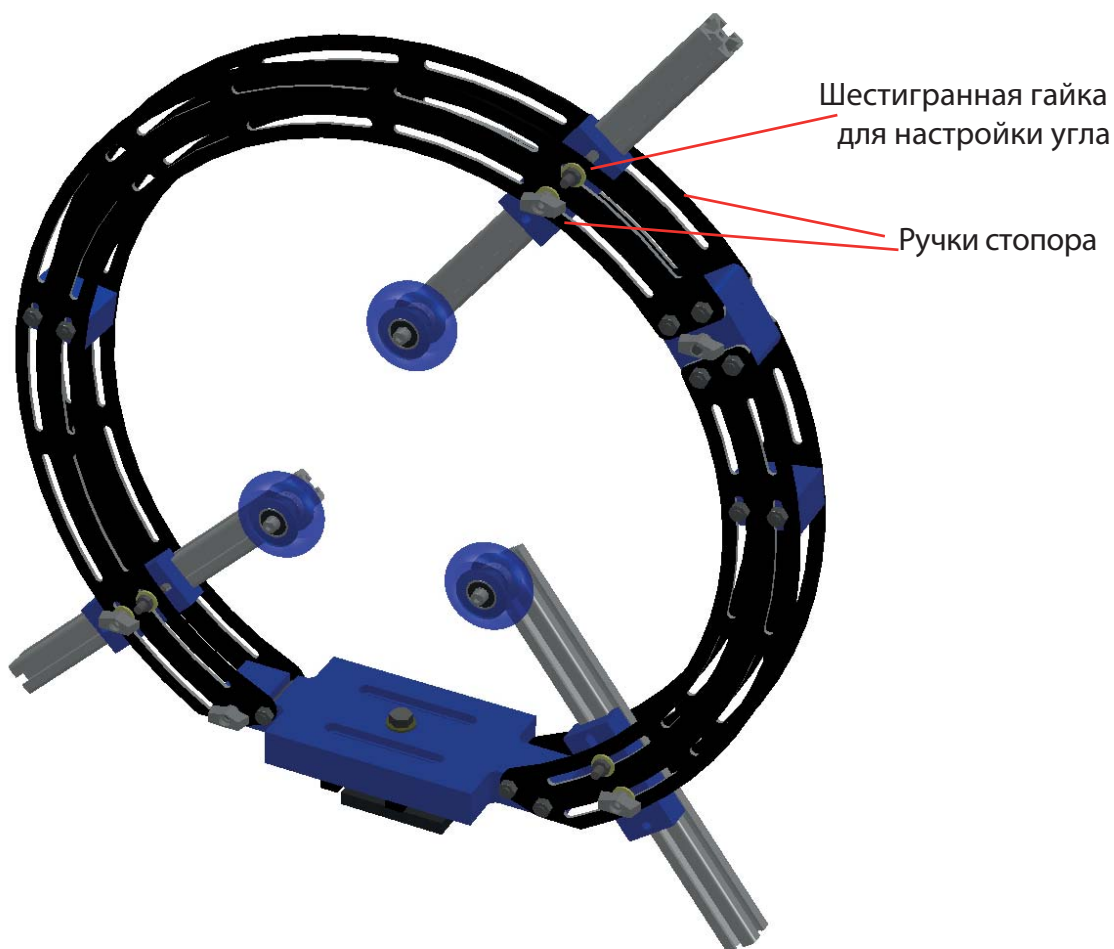

Рис. 1
1. Ослабьте ручку и гайку на крепежной скобе узла с роликом так, чтобы направляющую ролика и скобу можно было легко передвигать в любом направлении. (Рис. 1)